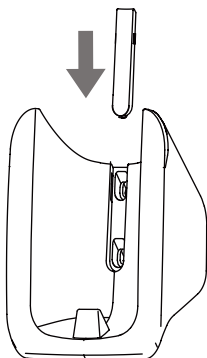

Abbildung 2.4
2) Stecken Sie den Schraubendeckel in die Abdeckung der Halterung oben auf den Schrauben (siehe Abbildung 2.4);